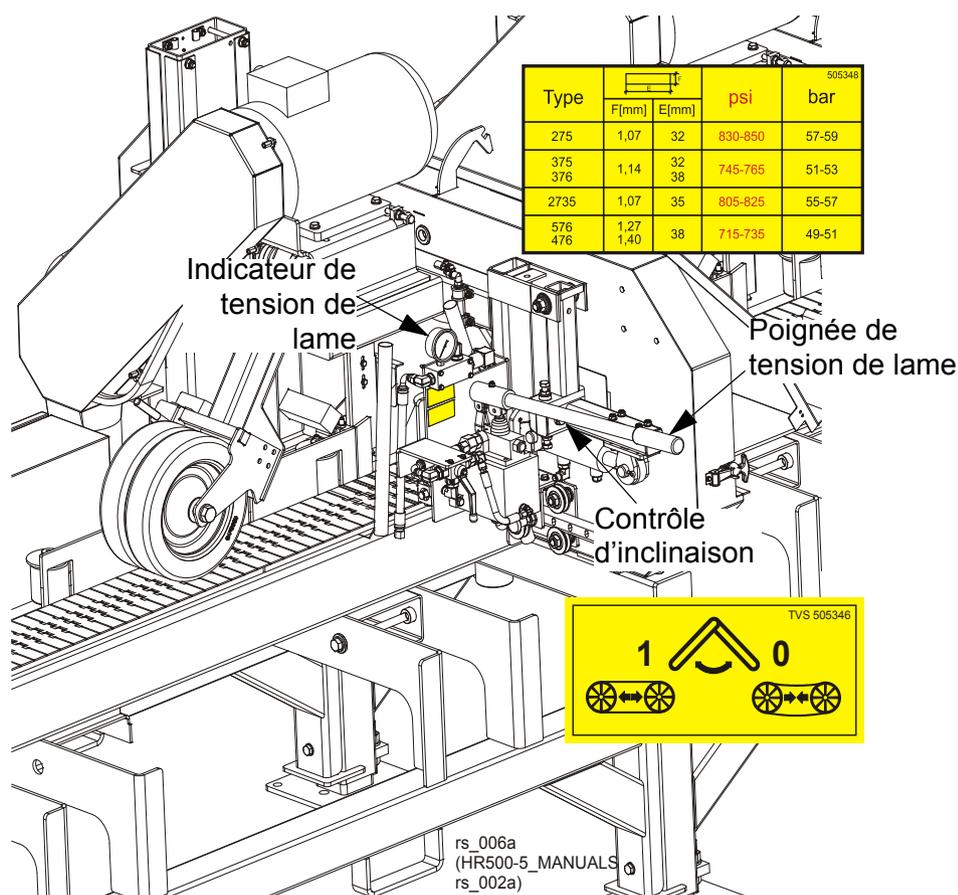

FIG. 2-13
Voir Figure 2-13. Placez la poignée fournie dans le logement du tendeur de lame et fixez-la avec une vis. Réglez la vanne du tendeur sur la position « 1 ». Déplacez la poignée du tendeur verticalement pour tendre la lame. En fonction du type de lame installée, tendez la lame à la valeur indiquée sur l'autocollant situé sous la vanne de tension de lame. Les valeurs « F » et « E » correspondent à l'épaisseur et à la largeur de lame. Vérifiez la tension de la lame de temps en temps lorsque vous réglez l'inclinaison ou lorsque vous coupez et réglez-la si nécessaire. La tension de la lame sera modifiée en cas d'échauffement et d'allongement de la lame et des courroies. Des variations de la température ambiante peuvent aussi modifier la tension. Pour relâcher la tension de la lame, réglez la vanne du tendeur sur la position « 0 ».
5. Utilisez le boulon de réglage d'inclinaison représenté sur la **Figure 2-13** pour ajuster l'endroit où passe la lame sur les volants.